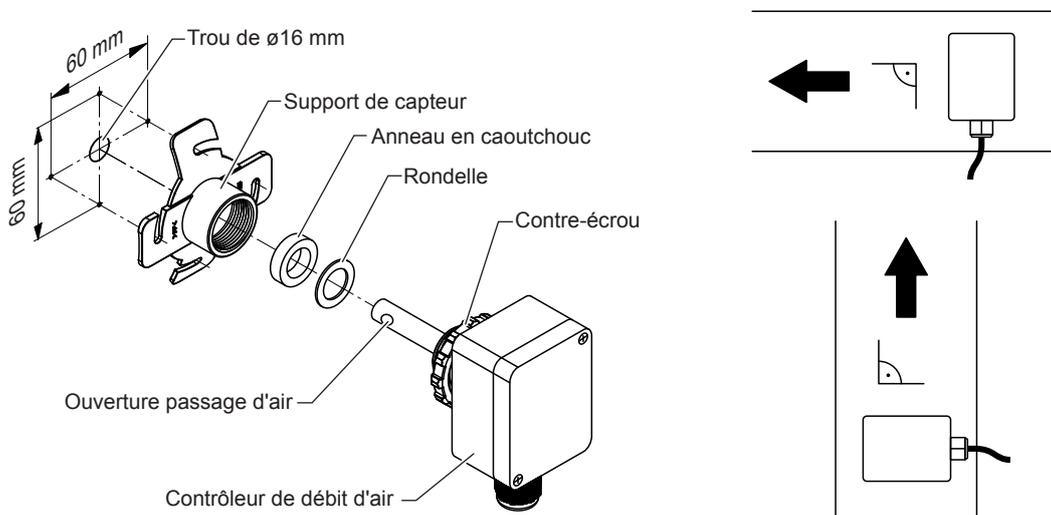

Fig. 31: Montage du contrôleur de débit d'air
3. Enlever les deux écrous qui sont vissés sur le fil de la tige de capteur lors de la livraison (**ne montré pas** dans la Fig. 31).
4. Placer le contrôleur de débit d'air dans le support de capteur à l'aide de l'anneau en caoutchouc et de la rondelle de sorte que l'ouverture passage d'air pointe exactement dans la direction du flux d'air. L'ouverture passage d'air pointe dans la direction du flux d'air si le côté du logement de capteur est aligné 90° à la direction de flux d'air (siehe Fig. 31). Fixer ensuite le contrôleur de débit d'air avec le contre-écrou.